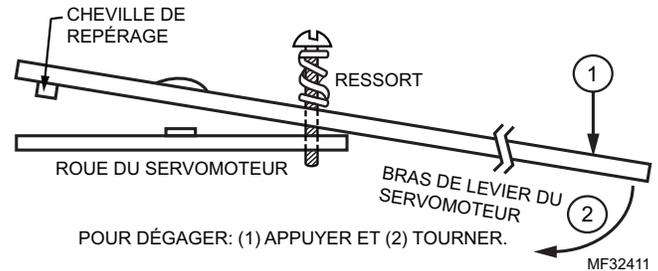

Fig. 8. Dégagement du bras de levier du registre.
4. Le bras de levier du servomoteur peut être dégagé de la roue pour fermer le registre à la main lorsque le servomoteur est alimenté ou pour empêcher le fonctionnement du registre de tirage lorsque le servomoteur réagit au régulateur. Dans cette position, le bras de levier du servomoteur peut être tourné pour l'éloigner du registre pendant la rotation du servomoteur. Voir fig. 8.